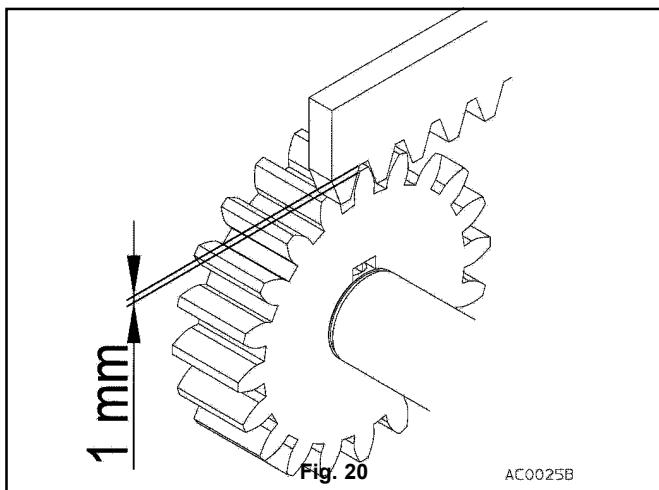

Fig. 20
- e) Assicurarsi che tra il pignone e la cremagliera vi sia un gioco di circa 1 mm (fig. 20) per evitare di sforzare il pignone e quindi il riduttore.
- i) Se la distanza tra cremagliera e pignone non è rispettata (gioco 1 mm circa, fig. 20), allentare di 2/3 giri le viti M10 di bloccaggio (fig. 18) e agire sui quattro grani (fig. 15) fino a ottenere la distanza corretta. Se necessario regolare il centraggio del pignone rispetto all'asse della cremagliera: avvicinare o allontanare il motoriduttore dal cancello facendolo scorrere sulla piastra di ancoraggio (fig. 17).
- d1) **In particolare assicurarsi che tra il pignone e la cremagliera vi sia un gioco di circa 1 mm (fig. 20) per evitare di sforzare il pignone e quindi il riduttore.**